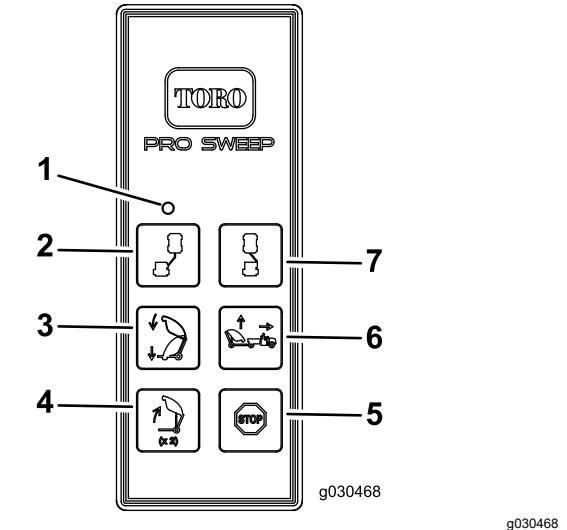

Figure 28
- Lorsque la trémie est à la hauteur de transport, appuyez sur le bouton de vidage de la trémie, relâchez le bouton, puis appuyez de nouveau sur le bouton et maintenez-le enfoncé (Figure 28).